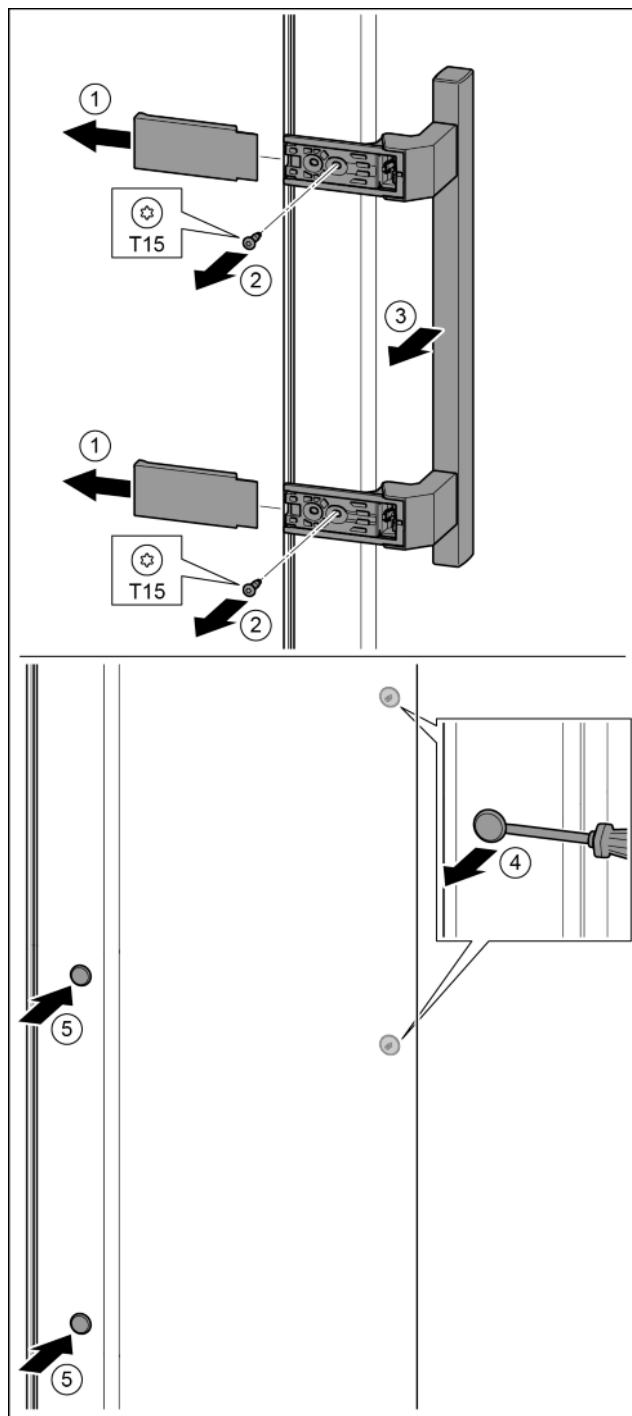

Fig. 33
- Снять крышку. Fig. 33 (1)
- Выкрутить винты отверткой T15. Fig. 33 (2)
- Снять ручку. Fig. 33 (3)
- Осторожно приподнять шлицевой отверткой боковые заглушки и вынуть их. Fig. 33 (4)
- Заглушки снова вставить с другой стороны. Fig. 33 (5)